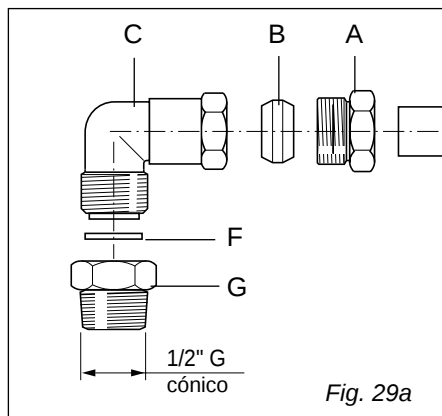

Fig. 29a
A junção do fogão está constituído pelos seguintes elementos (fig. 29a - 29b):
- ✓ **A junta F e o anel biconico B (fig. 29a - 29b) são os elementos que garantem a vedação da conexão do gás. Sugere-se a sua substituição quando os mesmos apresentassem também a mínima deformação.**